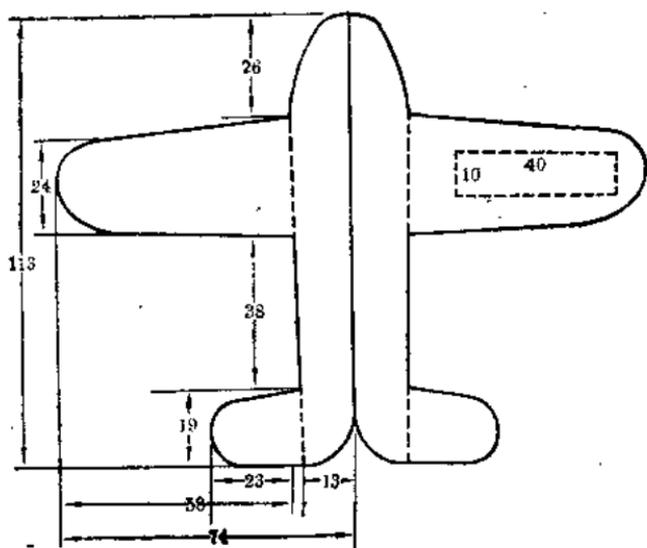
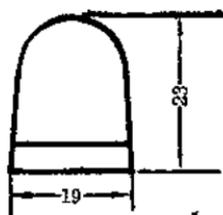
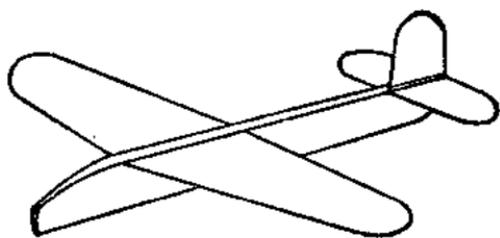

图 1
图 2
图 3
1. 在卡片纸上照图 1 所示样子画好飞机的机身和垂直尾翼(图 2)，并用剪刀剪下来。将剪下的机身按中心线对折起来，再按虚线将机翼和水平尾翼折弯放平。在机身中间涂上浆糊把双层部分粘住，同时按图 3 所示将垂直尾翼夹在水平尾翼中间粘牢。